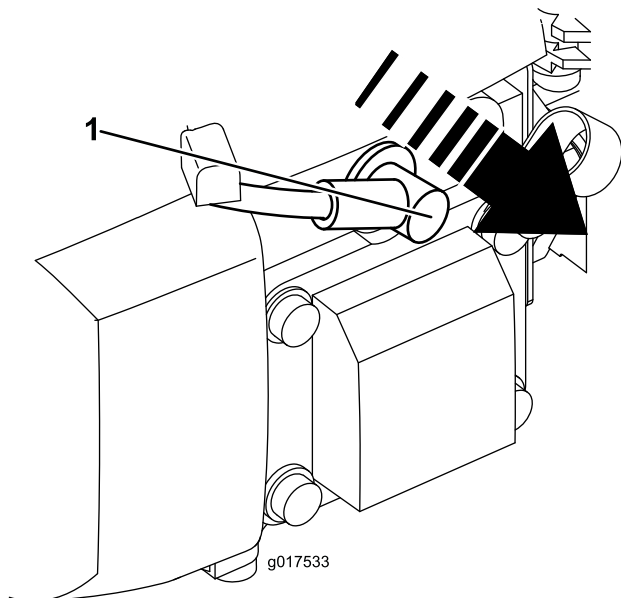

Figura 15
2. Staccate il cappello dalla candela (Figura 15) prima di eseguire interventi di manutenzione.